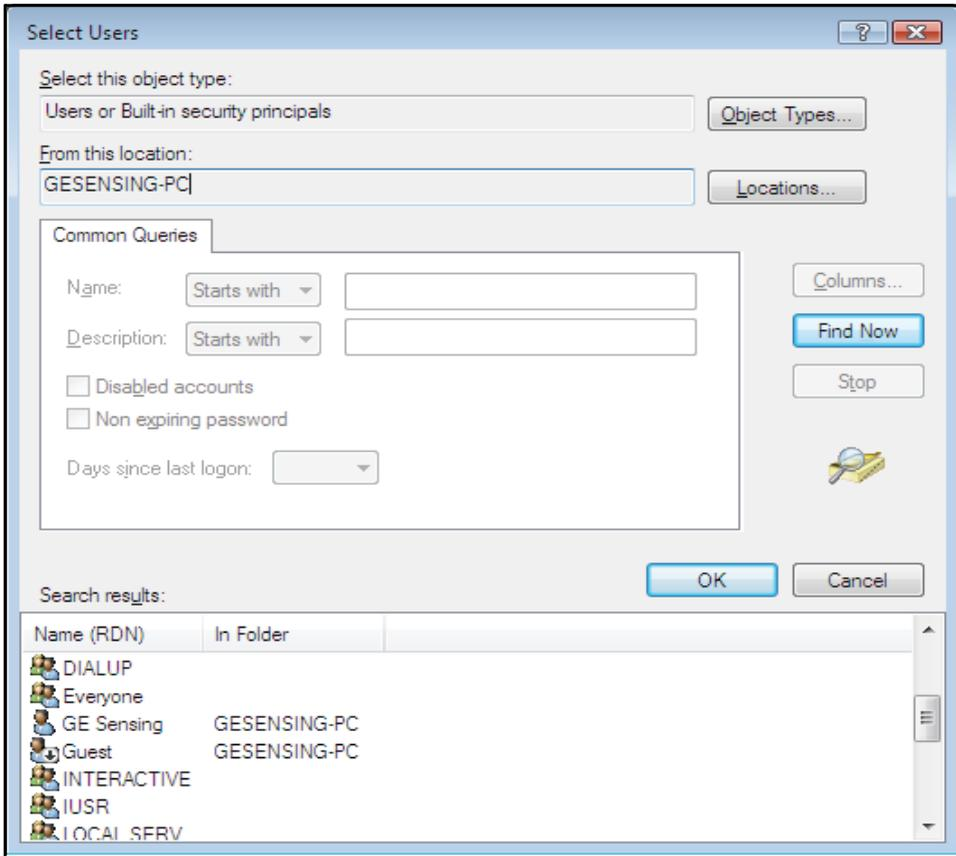

图 107: 扩展后选择用户窗口界面
6. 在扩展窗口 (如下图 107 所示), 点击 **Find Now** 按钮. 在搜索结果窗口, 选择 **User Account**, 然后点击 **OK**.